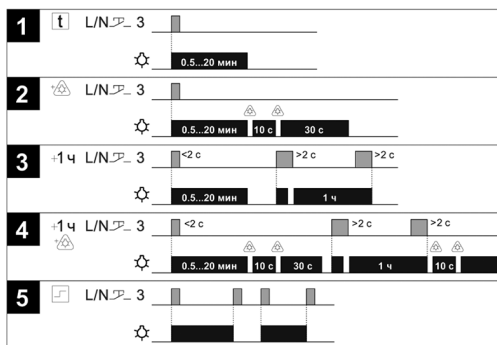
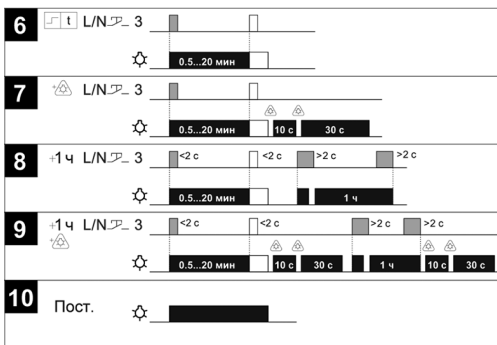

Рисунок 3.2 – Функциональная диаграмма работы режимов 1–5
Рисунок 3.3 – Функциональная диаграмма работы режимов 6–10
3.5 Описание функциональных диаграмм работы реле № 1 – № 10 (см. рисунок 3.2 и рисунок 3.3) приведены далее.